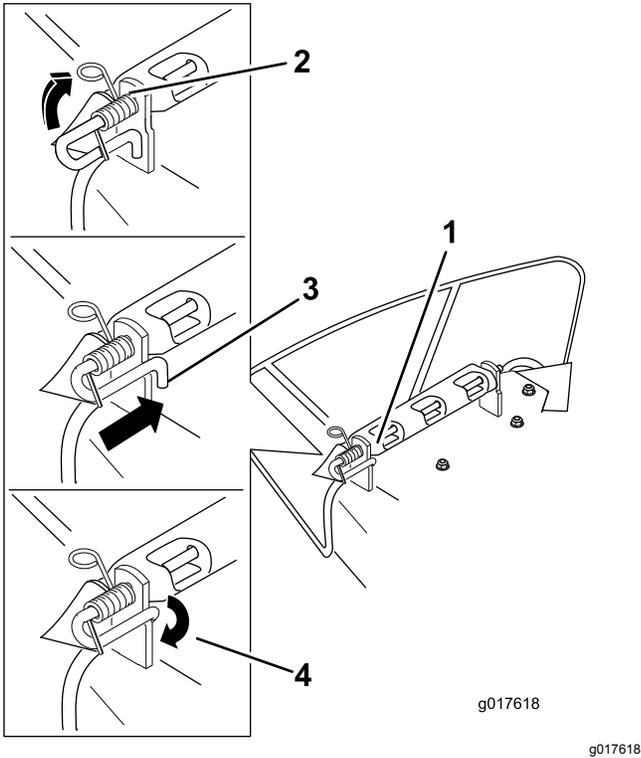

Figura 61
- Levante el extremo del muelle que tiene bucle y colóquelo en la muesca del soporte del deflector (Figura 61).
- Fije el conjunto de varilla y muelle torciéndolo de manera que el extremo corto de la varilla pueda colocarse detrás del soporte delantero que está soldado a la carcasa (Figura 61).